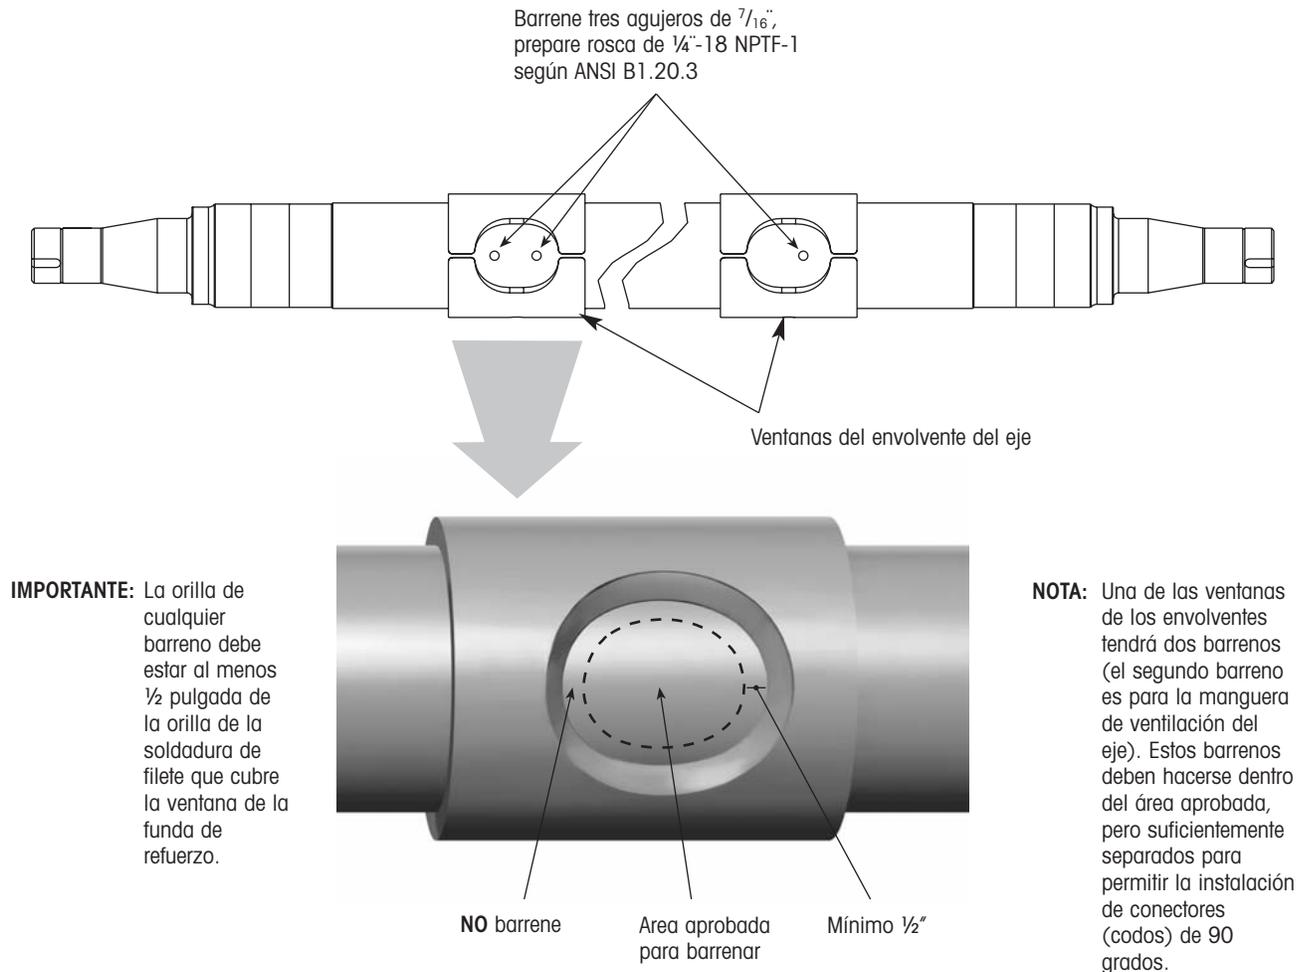

Figura 6. Detalles de barrenado para ejes de suspensiones INTRAAX / VANTRAAX
10. Usando la información en la figura 6 o 7, barrene y rosque tres agujeros de ¼ de pulgada - 18 NPT en las ventanas de los envoltorios del eje (en suspensiones INTRAAX y VANTRAAX) o a la mitad del eje (en Ejes Hendrickson para Remolque) en preparación a la instalación de los componentes.